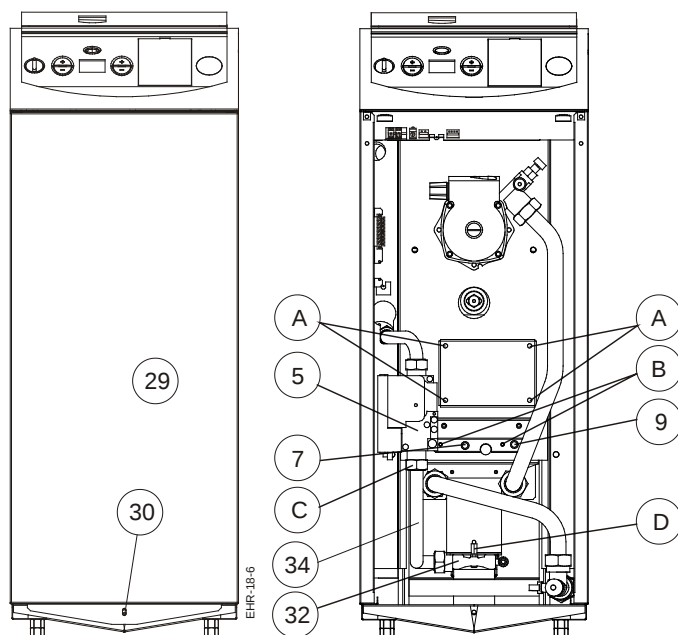

Fig. 34
- Los de blokkeervijls (30) en open de deur van de ketel (29).
15.2.1 Demontage van de brander (fig. 34 en 35)
- Koppeling (C) van de gasbuis (34) losdraaien aan de uitgang van de gasblok (5).
- Bevestigingsvijs (D) van de brander (32) losdraaien.
- Verwijder de brander (32) door hem met de gastoevoerbuis (34) naar voor te trekken.
- Reinig de brander (32) met een stofzuiger (zie 15.2.3).